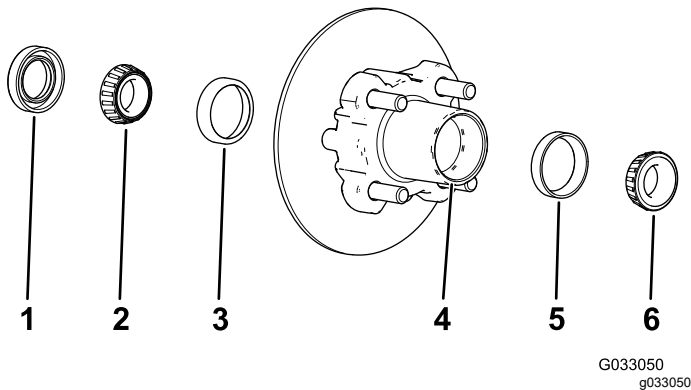

Figura 32
1. Retire el cojinete exterior y el anillo de rodadura del cubo (Figura 32).
2. Retire la junta y el cojinete interior del cubo (Figura 32).
5. Limpie el hueco del cubo para eliminar cualquier resto de grasa, suciedad y residuos (Figura 32).
7. Llene el hueco del cubo hasta un 50-80% de su capacidad con grasa del tipo especificado (Figura 32).
8. Monte el cojinete interior sobre el anillo en el lado interior del cubo e instale la junta (Figura 32).